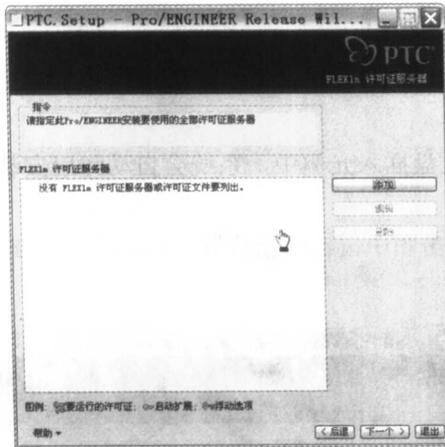
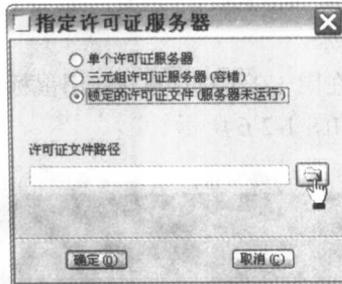

图 1-2-7
图 1-2-8
(5) 在弹出的如图 1-2-7 所示的指定许可证文件中，单击“添加”按钮后，显示对话框为图 1-2-8 所示。点选“锁定的许可证文件（服务器未运行）”选择栏，单击“打开”图标，选择许可证文件 Licedse.dat 或直接输入 c:\Program Files\PTC\license.dat，单击“确定”按钮。